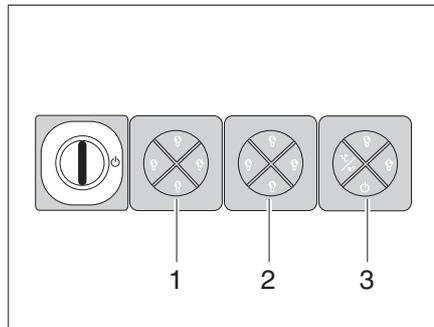

Bild 71 Lichtschalter Eingangsbereich
- Innenbeleuchtung (Bild 71,1)
- Innenbeleuchtung (Bild 71,2)
- Vorzeltleuchte, Einstiegsbeleuchtung und alle aus (Bild 71,3)